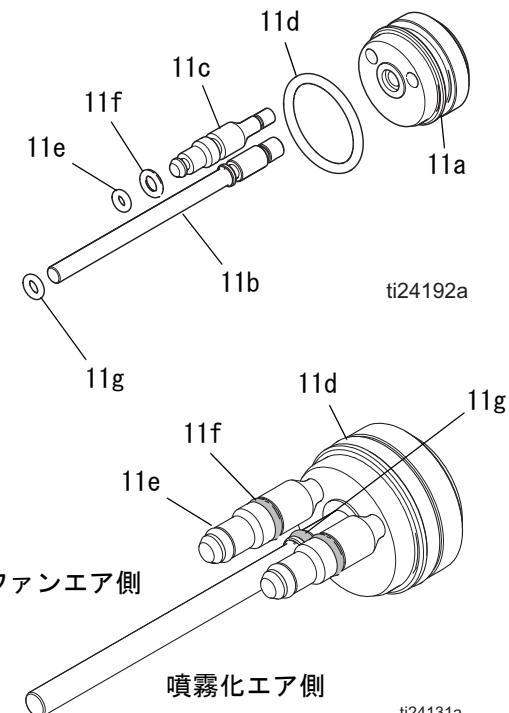

図 32 ピストンの 0 リング
- メモ:** ジャムナットと作動装置のアームの取り外しや取り付けは、流体ノズル (4) を取り付けた状態で行う必要があります。
- ピストンキャップ (13) をガンの後部から取り外します。
- ピストンロッド (11) を押して、ピストンをガンの後部から押し出します。
- 0 リング (11d、11e、11f、11g) に損傷がないか検査します。表 3、図 32 を参照してください。